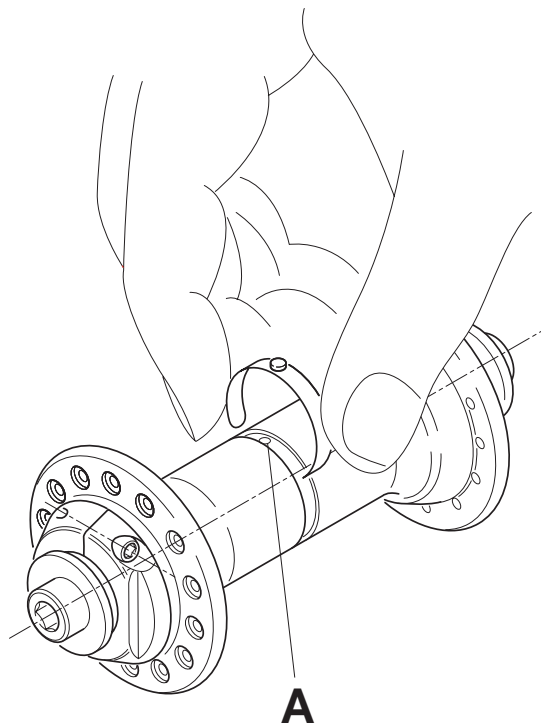

Fig. 6
- Per i mozzi provvisti del foro di lubrificazione iniettate il grasso nel foro (A - Fig. 6) dopo aver rimosso la fascetta.
- For hubs equipped with greasing holes inject the grease into hole (A - Fig. 6) after having removed the clamp.
- Bei Naben mit Schmierbohrungen: Band abnehmen und Fett in die Bohrung (A - Abb. 6) spritzen.
- Pour les moyeux qui ont les orifices de lubrification injecter la graisse dans le trou (A - Fig. 6) après avoir enlevé le collier
- Para los bujes provistos de agujeros de lubricación inyectar la grasa en el agujero (A - Fig. 6) después de quitar la abrazadera.
- Voor naven voorzien van smeergaten: spuit het vet in gat (A - Fig. 6) na het afdekkapje verwijderd te hebben